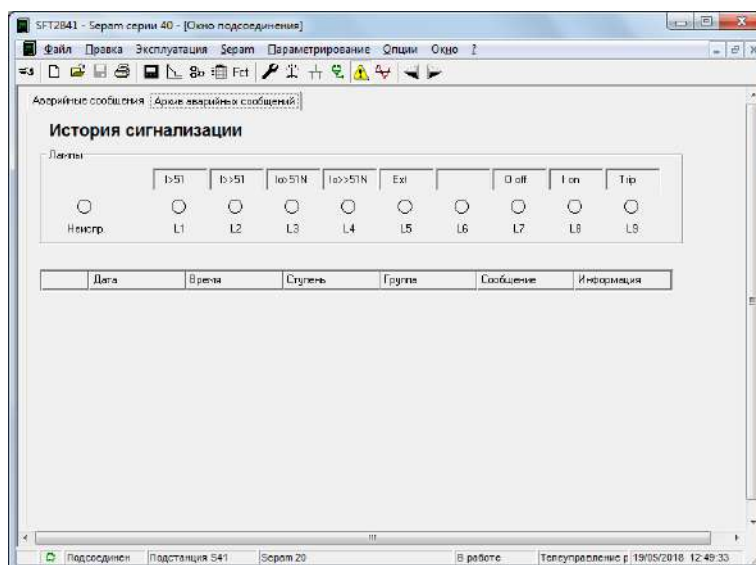

Рисунок 1.17 – Окно «История сигнализации»
23. Вкладка «История сигнализации»  (рис. 1.17) отображает параметры срабатывания индикационных ламп и историю сообщений, выдаваемых блоком. Данные сообщения хранятся в памяти устройства и могут быть экспортированы по требованию пользователя.